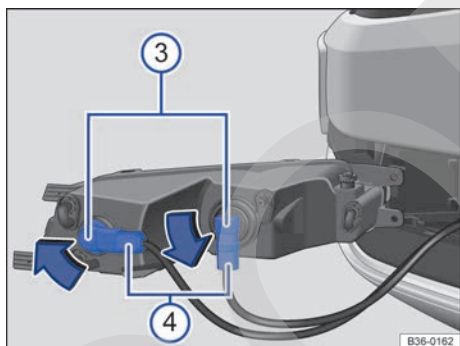

Fig. 233 Cambiar la lámpara del faro.
- 4 Tire del faro hacia delante y extráigalo del paragolpes → fig. 233.
- 5 Desbloquee el conector → fig. 233 ④ de la lámpara averiada y desacóplelo.
- 6 Para desbloquear la lámpara → fig. 233 ③, gírela en el sentido de la flecha y extráigala del faro.
- 8 Coloque la lámpara → fig. 233 ③ en el faro y gírela en el sentido contrario al de la flecha → fig. 233, hasta el tope, hasta situarla en su posición original.
- 10 Encaje el conector → fig. 233 ④ en la lámpara hasta que oiga que ha encastrado.